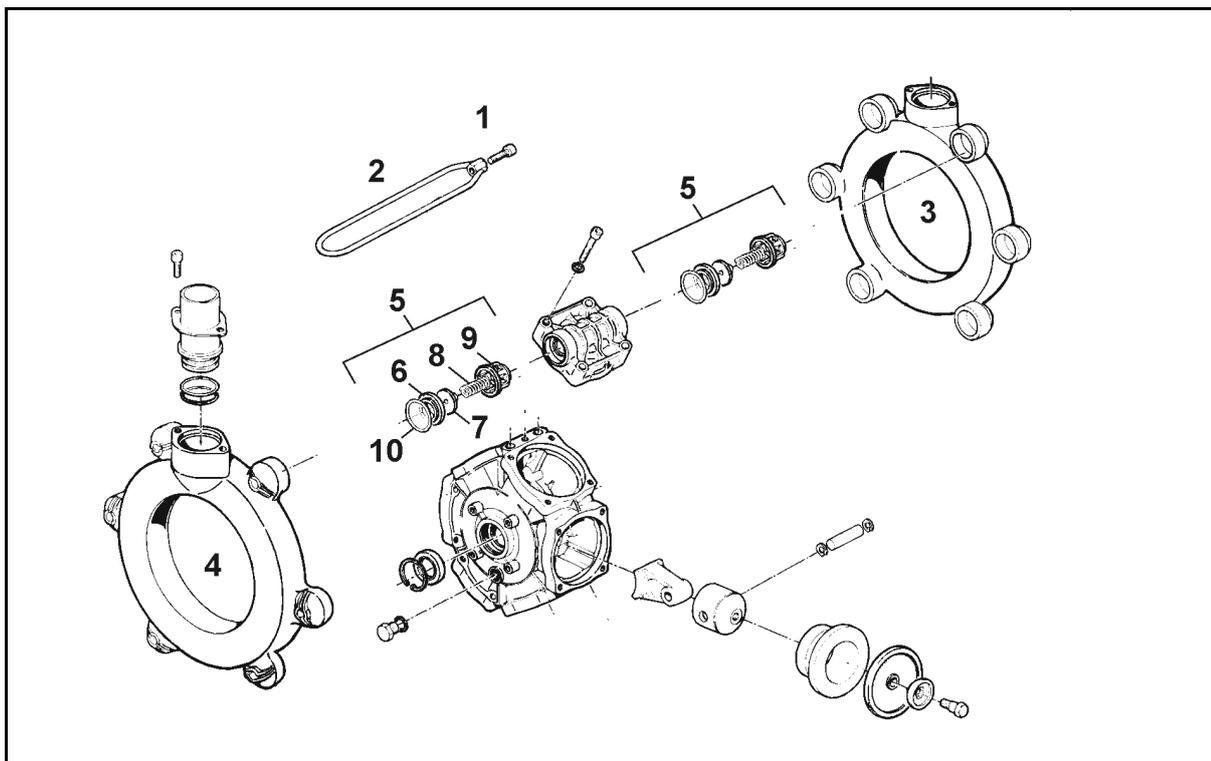

Рис. 158
- Обратите внимание на монтажное положение клапанов на стороне всасывания и нагнетания, прежде чем вынуть клапанные группы (Рис. 158/5).
- При сборке старайтесь не повредить направляющую втулку клапана (Рис. 158/9). Повреждения могут привести к блокировке клапанов.
- Гайки (Рис. 158/1, 2) обязательно затягивать в перекрёстном порядке с соблюдением указанного момента затяжки. Неквалифицированное затягивание винтов ведет к перетяжке и, следовательно, к негерметичности.
2. Ослабьте винты (Рис. 158/1) и удалите скобы (Рис. 158/2).
3. Снимите каналы всасывания и нагнетания (Рис. 158/3 и Рис. 158/4).
4. Выньте клапанные группы (Рис. 158/5).
5. Проверьте гнездо клапана (Рис. 158/6), клапан (Рис. 158/7), пружину клапана (Рис. 158/8) и направляющую втулку клапана (Рис. 158/9) на повреждения и износ.
6. Снимите кольца круглого сечения (Рис. 158/10).
8. Проверьте, очистите и установите клапанные группы (Рис. 158/5) на место.
9. Установите новые кольца круглого сечения (Рис. 158/10).
10. Прифланцуйте всасывающий (Рис. 158/3) и нагнетательный (Рис. 158/4) каналы к корпусу насоса и установите скобы (Рис. 158/2).
11. Затяните винты (Рис. 158/1) крест-накрест с моментом затяжки в **11 Нм**.